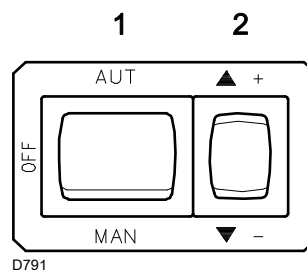
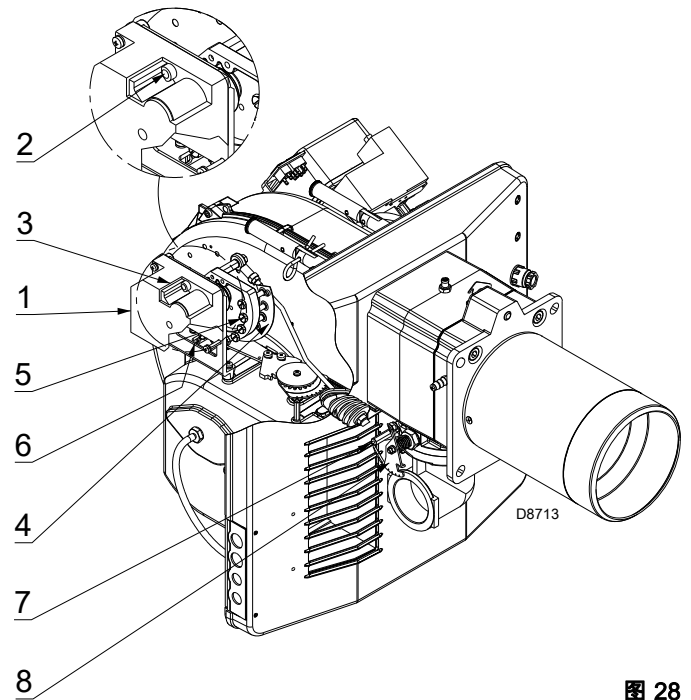
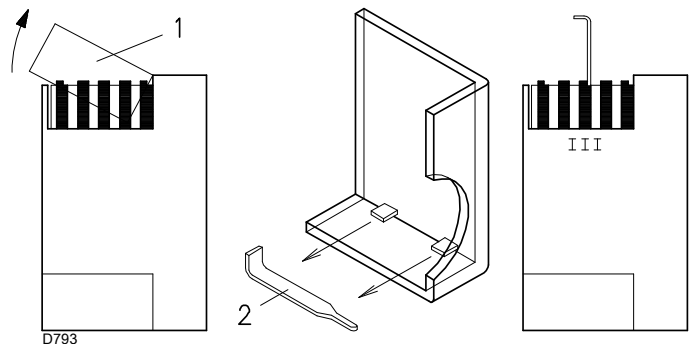

图 27
图 28
图 29
闭合温控器 / 压力开关，并将图 27 所示开关旋转至 "MAN" (手动) 位置。
现在按“增大出力”按钮 2)(图 27)并保持，直至伺服马达开启至 90°。
通过转动凸轮调节螺丝逐步调节凸轮钢带 4(图 28)，可通过开孔 6(图 28) 看到调节螺丝。
按“降低出力”按钮 2(图 27)并保持，直至伺服马达关闭至 15°(工厂预设)。
- 如果需要，可小幅度、有规律的减小凸轮 III(图 29)的角度，如将角度由 15° 减小至 13°，11°.....
- 如需增加燃气量，可轻按“增大出力”按钮 2(图 27)（将燃气蝶阀开启 10-15°），小幅度、有规律的增大凸轮 III 角度(图 29)，如将角度由 15° 增大至 17° - 19°.....
如需调节凸轮 III，取下保护罩 1(图 29)，如图 29 所示，从中取出特制钥匙 2(图 29)插入凸轮 III 的槽口中。
按“增大出力”按钮 2(图 27)，开孔 6(图 28) 处会看到一个新螺丝 5(图 28)，调节该螺丝直至达到最优燃烧效果。以同样的方式调节其它螺丝。直至伺服马达关闭至 15°(工厂预设)。
把开关 1(图 27)置于 OFF(停机)位置，将燃烧器停机。将伺服马达的释放装置 2(图 28)旋转 90 度，脱开伺服马达与机械凸轮之间的连接，手动向前及向后旋转机械凸轮数次，检查并确保旋转平稳，且无任何卡涩。